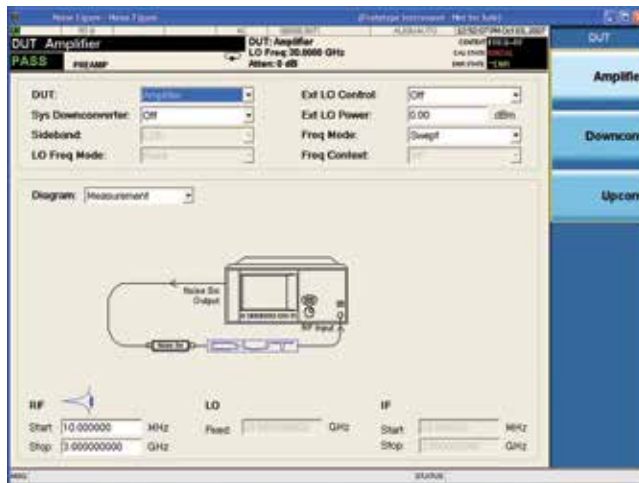

Рисунок 1 – Измерительная установка, включающая анализатор, источник шума и ИУ
3. Отключить источник шума от выхода анализатора и подключить его к входу ИУ. Подключить выход ИУ к ВЧ входу (RF input) анализатора (рисунок 1). Чем меньше используется переходов, тем лучше результаты измерения.